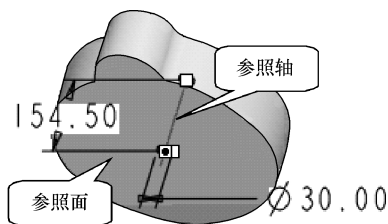
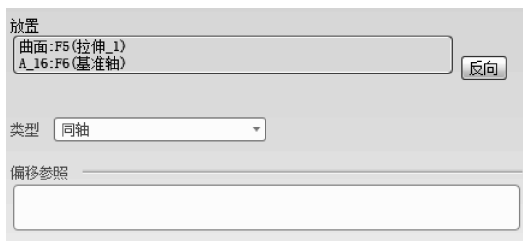

图 7-26 单击参照
图 7-27 【放置】下滑面板
(4) 单击【工程特征】工具栏中的【孔】按钮，弹出【孔】操控板。
(5) 在操控板单击【放置】按钮，弹出【放置】下滑面板，此时【放置】参照收集器处于淡绿色激活状态，在图形区选择柱体前表面作为钻孔面。
(6) 按住〈Ctrl〉键，添加基准轴1作为第2个放置参照，此时【放置】下滑面板中的【类型】下拉列表框中显示为【同轴】选项，且不能修改，如图7-26所示，此时【放置】下滑面板如图7-27所示。